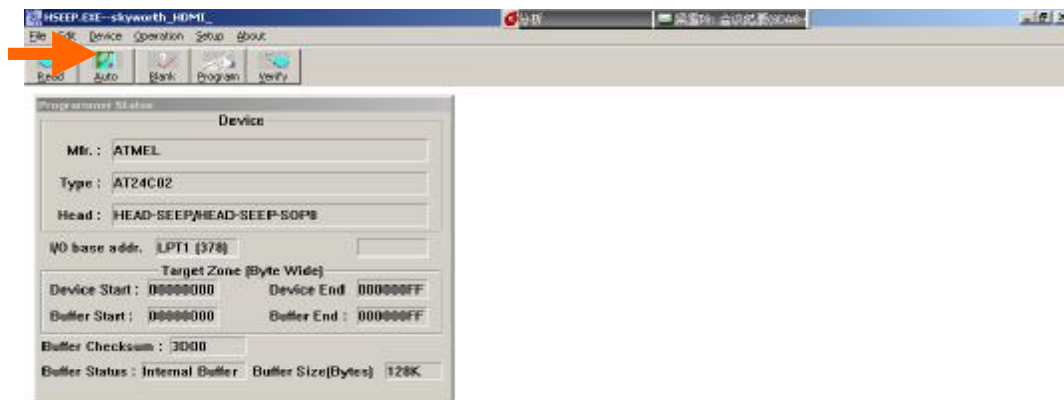

图 11
8、选择“Binary”项，点击红色箭头所示按钮，弹出图 11 所示界面